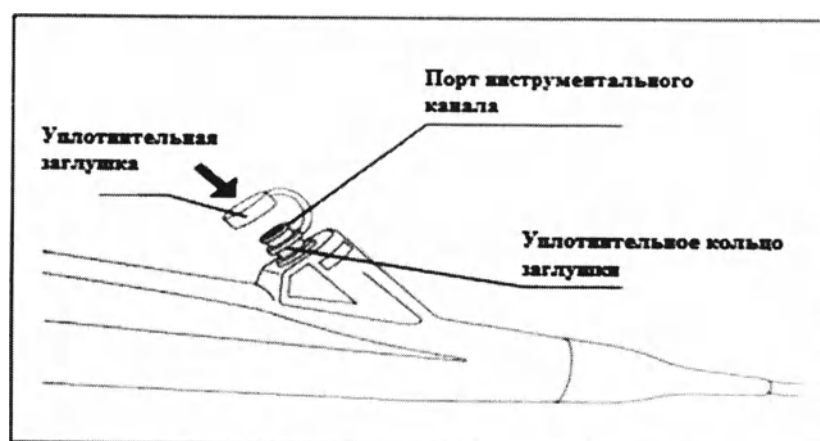

Рис. 3.4 Установка заглушки.
1. Установите уплотнительную заглушку в порт инструментального канала, а затем вставьте ее до конца, пока она не зафиксируется на корпусе (рис. 3.4).